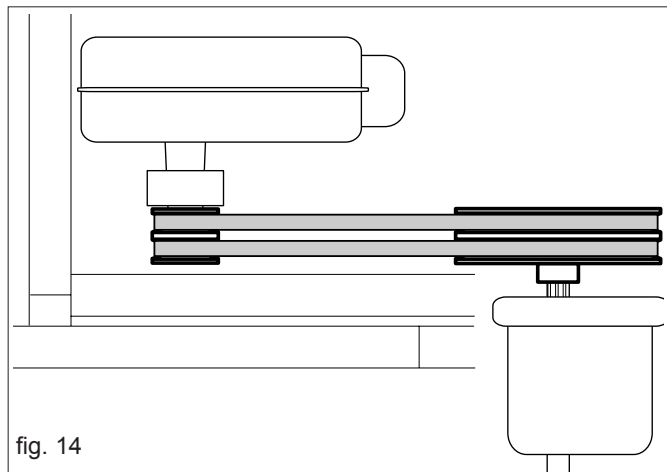

fig. 14
- 1) Les courroies doivent être introduites entre la poulie montée sur la prise de puissance arrière de la herse et la poulie avec l'embrayage centrifuge du souffleur (Fig. 14).